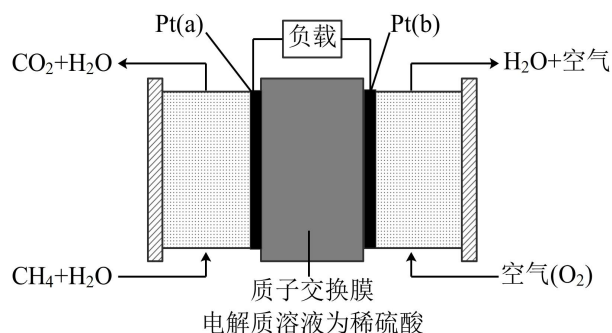

图 1
(1)甲烷燃料电池采用铂作电极催化剂，电池中的质子交换膜只允许质子(H⁺)和水分子通过。其工作原理如图 1 所示：
①Pt(a)电极是电池的_____极，电极反应式为_____；Pt(b)电极